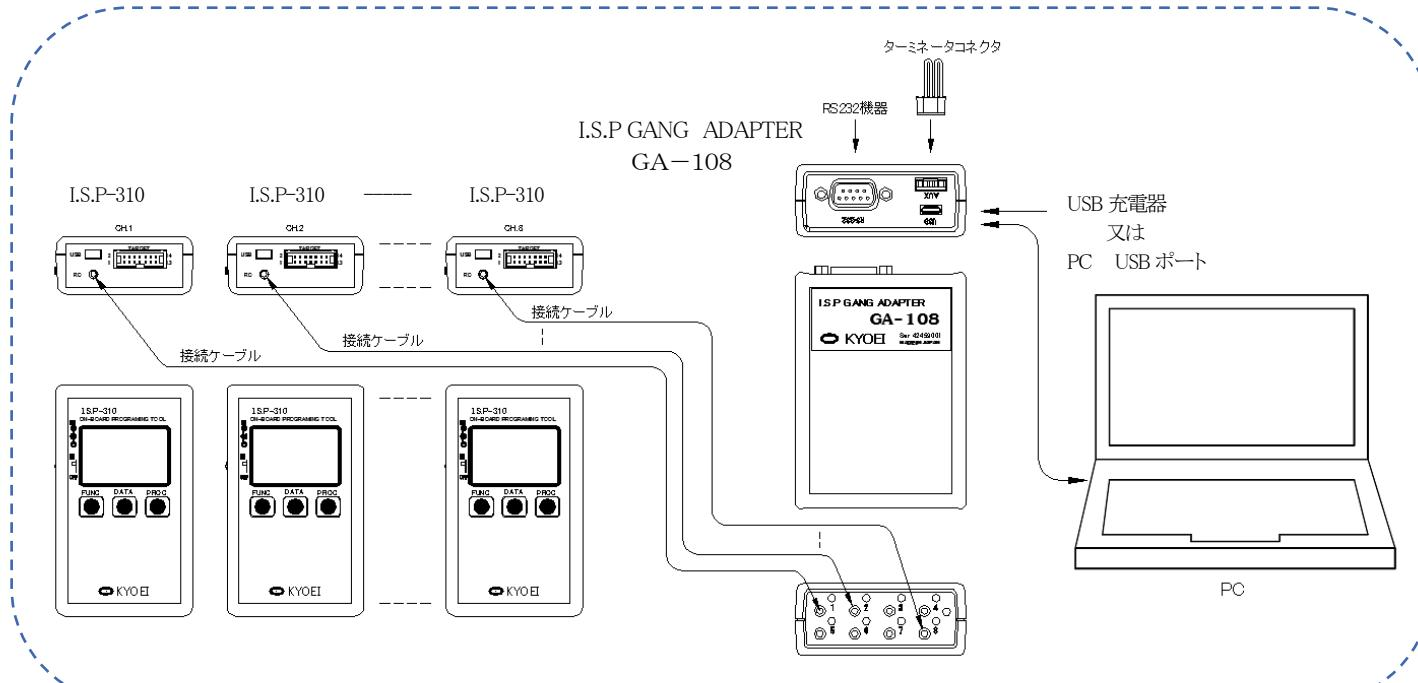
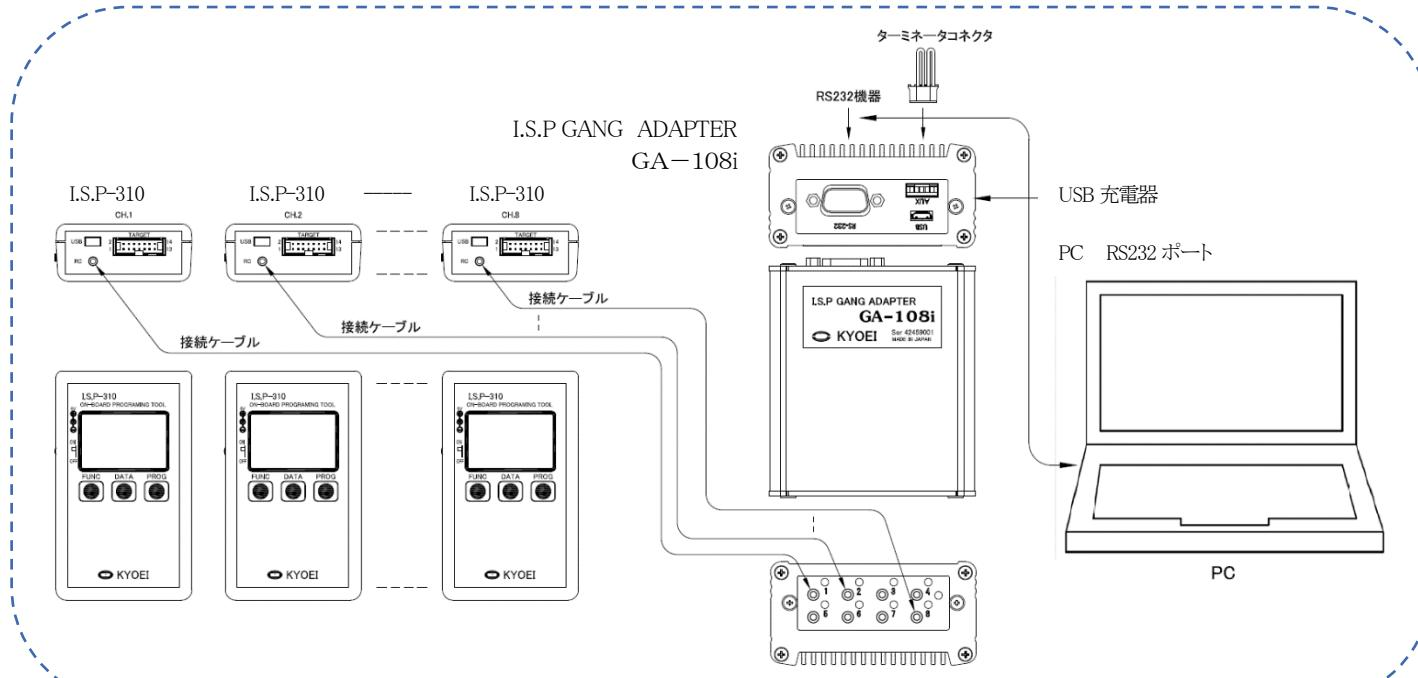

Fig 2 接続方法 (GA-108)
Fig 3 接続方法 (GA-108i)
1. Fig 2 または Fig 3 を参照し、接続して下さい。図では、8台接続する例を示しています。